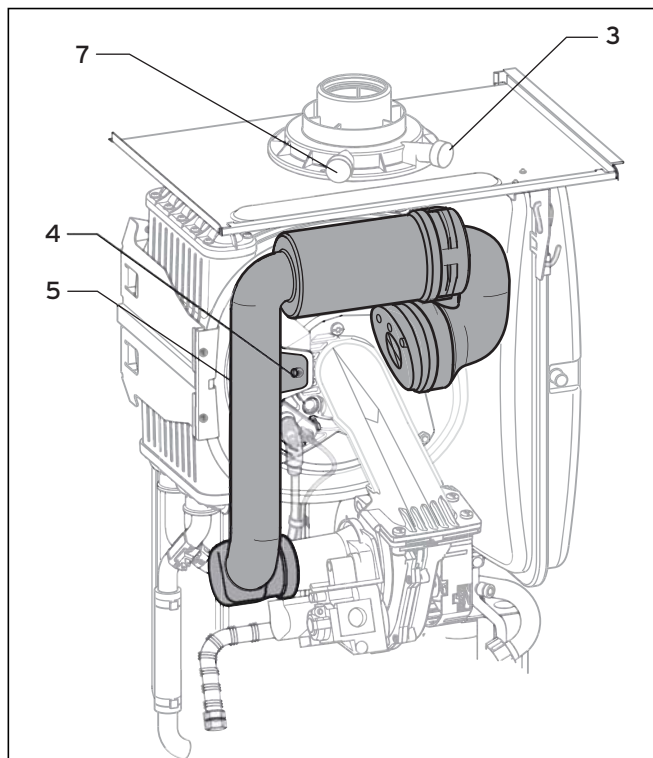

Abb. 3.2 CO₂-Messung durchführen, Luftzahl-Einstellung vorbereiten
- Messen Sie den CO₂-Gehalt am Abgasprüfstutzen (3) (Abb. 3.2). Vergleichen Sie den Messwert mit dem entsprechenden Wert in Tab. 3.2.
- Ist eine Einstellung des Abgaswerts erforderlich, lösen Sie die Schraube (4) (Abb. 3.2) und klappen Sie die Membran-Rückströmsicherung (5) um 90° nach vorn. Die Membran-Rückströmsicherung nicht abnehmen!
- Führen Sie eine CO₂-Messung in der Verbrennungsluftzuführung durch (7, Abb. 3.2).